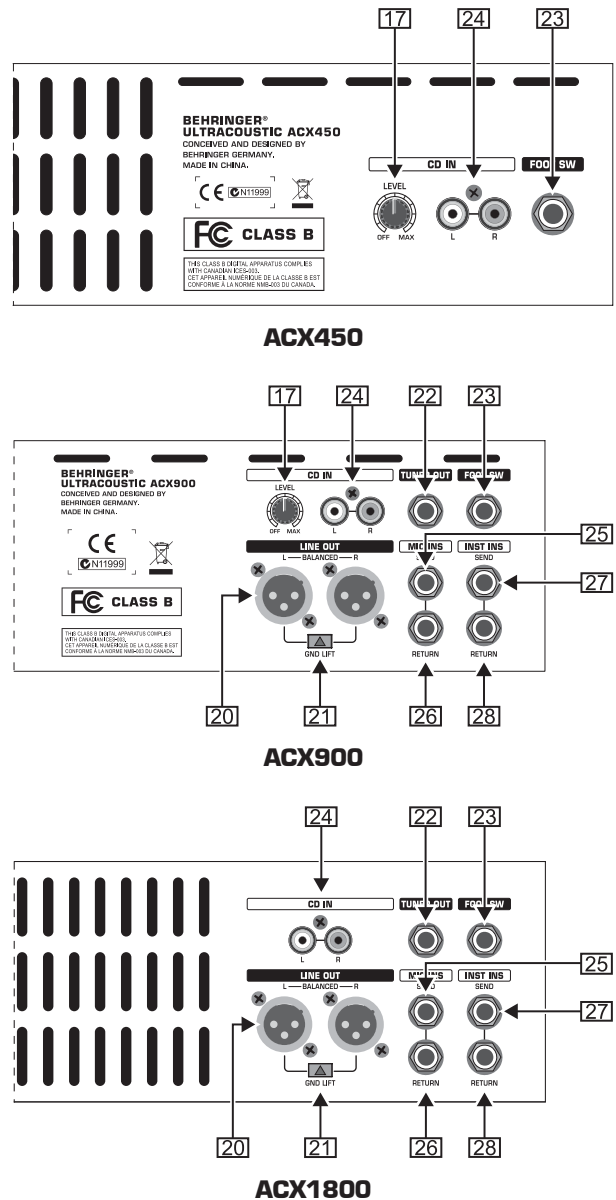

Рис. 2.2: Подключения на обратной стороне
- 17 ULTRACOUSTIC оборудован на обратной стороне CD-входом. При помощи *CD LEVEL*-регулятора в Master-секции (только у прибора ACX1800) Вы определяете уровень громкости подключенного к CD-входу сигнала. У приборов ACX900 и ACX450 данный регулятор находится на обратной стороне (смотри рис. 2.2).